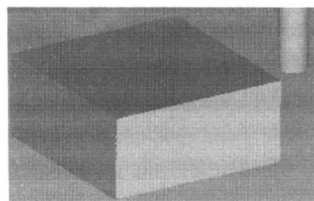

图 1.1.17 NC 检测结果
Step1. 在▼ PLAY PATH (演示路径) 菜单中选择NC Check (NC检测) 命令，观察刀具切割工件的运行情况，检测结果如图 1.1.17 所示。